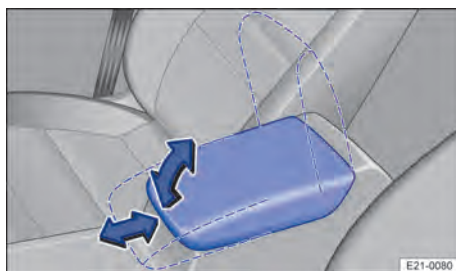

Fig. 80 Entre les sièges avant : accoudoir central
1. *Soulèvement* : tirez l'accoudoir central vers le haut et par cran, dans le sens de la flèche → fig. 80.
3. *Réglage longitudinal* : reculez ou avancez l'accoudoir central → fig. 80.